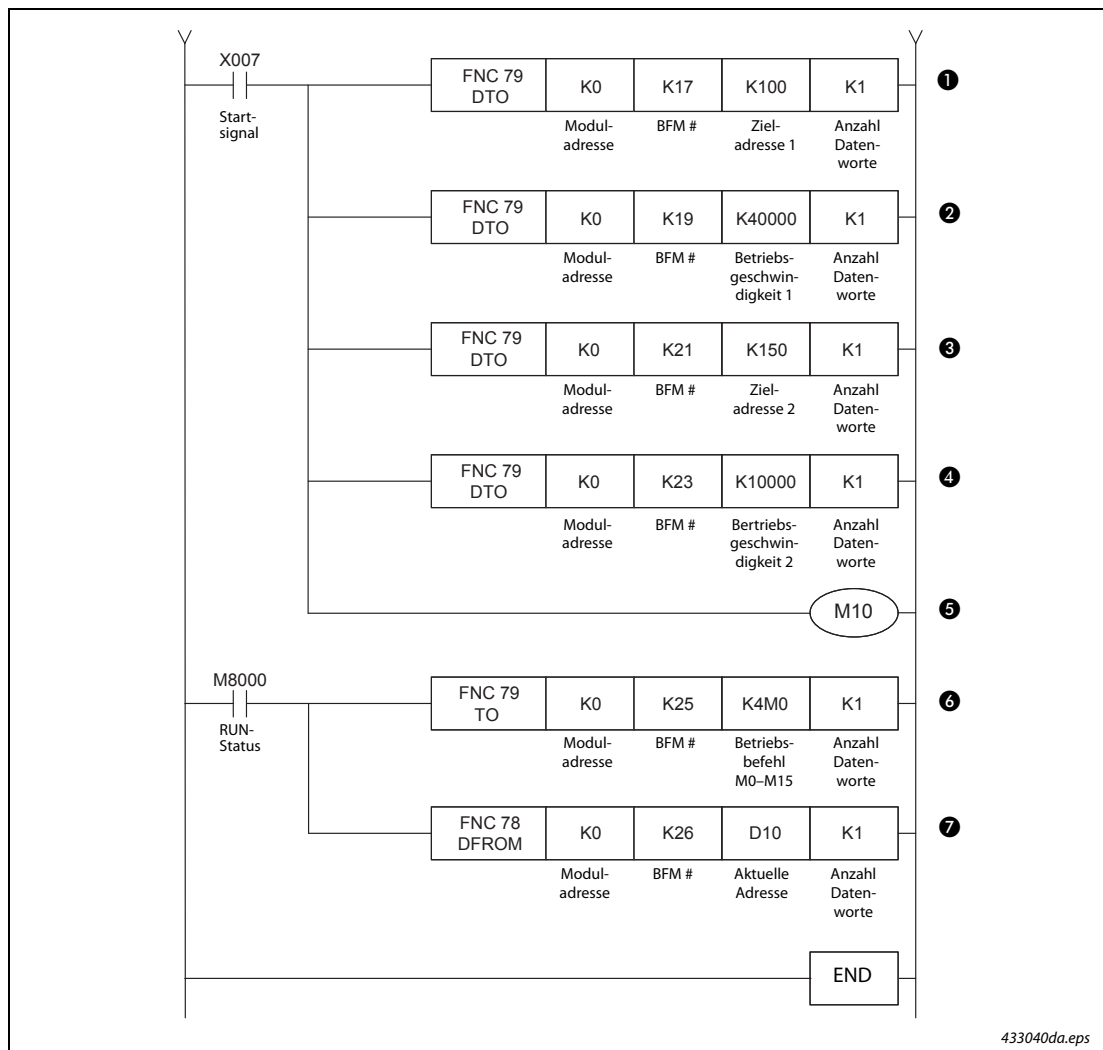

Fig. 4-22: Kontaktplan des Programmbeispiels (2)
④	Die maximale Geschwindigkeit wird auf 40 kHz eingestellt [K40000 → #5, #4].
⑤	Die minimale Geschwindigkeit wird auf 0 Hz eingestellt [K0 → #6].
⑥	Die Beschleunigungs-/Verzögerungszeit wird auf 100 ms eingestellt [K100 → #15].
⑦	Die Statusinformation wird gelesen [#28 → K3M20].
⑧	Der Fehlercode wird gelesen [#29 → D20].
⑨	Der Eingang X000 wird gelesen, um den Fehler zurück zu setzen.
⑩	Der Eingang X001 für das Stopp-Signal wird gelesen.
⑪	Der Endschalter für Rechtslauf wird abgefragt.
⑫	Der Endschalter für Linkslauf wird abgefragt.
⑬	Die absolute Positionierung wird eingestellt.
Tab. 4-16: Beschreibung des Kontaktplans in Abb. 4-22 (1)
①	Die Zieladresse 1 wird auf 100 eingestellt [K100 → #18, #17].
②	Die Betriebsgeschwindigkeit 1 wird auf 40 kHz eingestellt [K40000 → #20, #19]
③	Die Zieladresse 2 wird auf 150 eingestellt [K150 → #22, #21].
④	Die Betriebsgeschwindigkeit 2 wird auf 10 kHz eingestellt [K10000 → #24, #23]
⑤	Das Signal am Eingang X007 startet die Positionierung mit zwei Geschwindigkeiten [M10: BFM #25, b10].
⑥	Die Betriebskommandos werden in das Modul FX2N-1PG geschrieben [K4M0 → #25]
⑦	Die aktuelle Positionsadresse in mm wird ausgelesen [#27, #26 → D11, D10]
Tab. 4-16: Beschreibung des Kontaktplans in Abb. 4-22 (2)